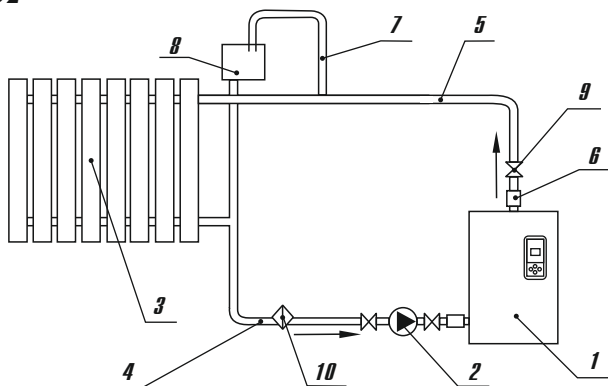

Рисунок 4
8.2. Система отопления (**рисунок 4 и 4.1**) открытого типа. В системе необходимо предусмотреть следующее: